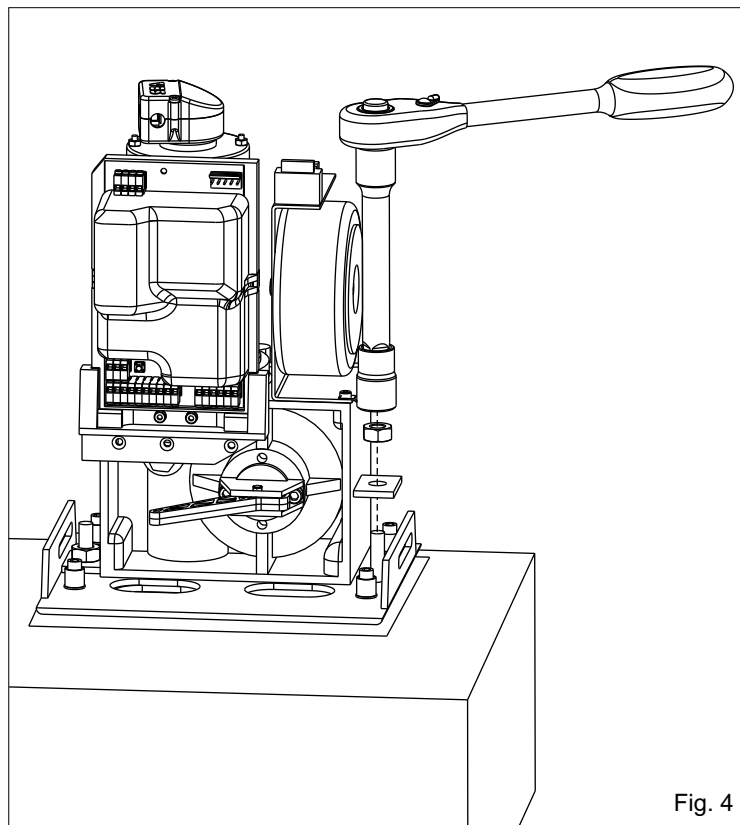

Fig. 4
3.3. Fissare il motoriduttore alla piastra di fondazione con i dadi e le rondelle in dotazione (Fig. 4).